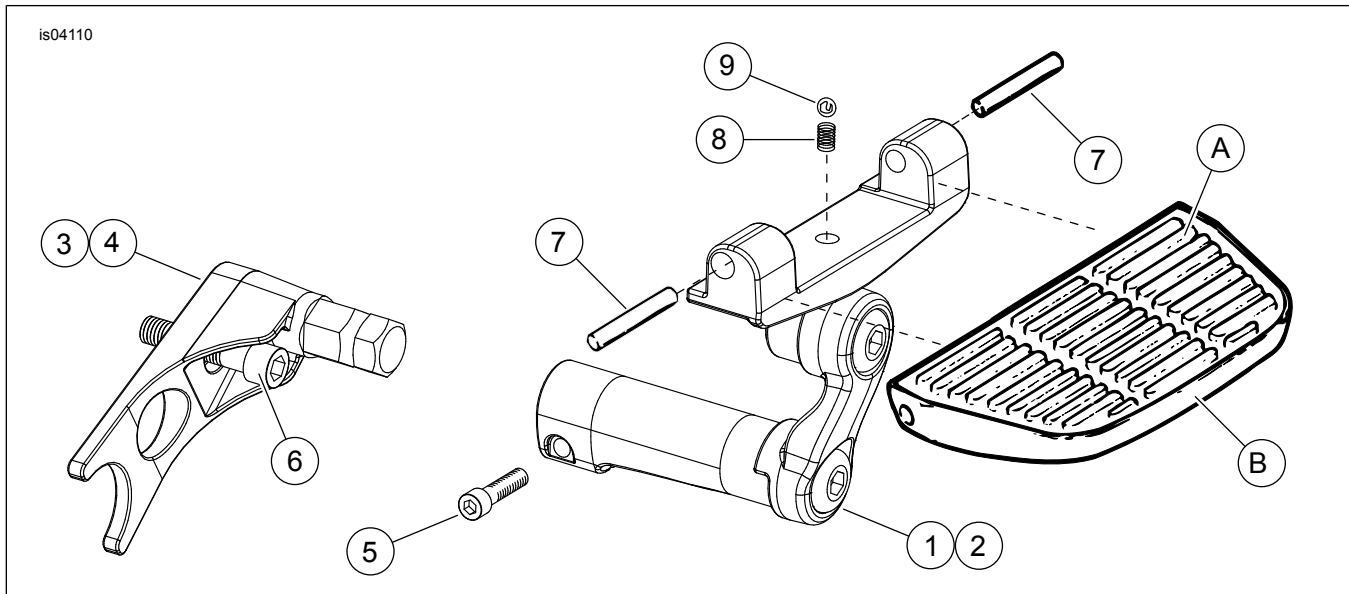

Figure 1. Pièces détachées : kit de support de marchepied de passager réglable Softail
Voir Figure 1 et Tableau 1.
1. Voir Figure 1. Installer les montures de marchepied (3) et (4) comme suit :
- a. Positionner la monture de marchepied et insérer la vis (6) à travers la pièce et dans le trou de montage d'appui-pied du cadre.
- c. Serrer la vis (6) à un couple de 61 à 81,3 N·m (45 à 60 lb·pi).